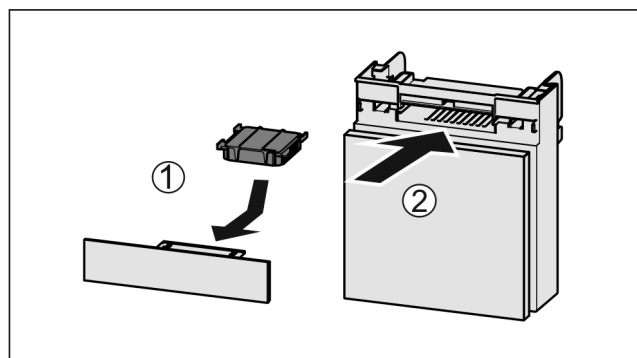

Fig. 187
- Vendosni filtrin me karbon aktiv siç tregohet në figurë Fig. 187 (1).
- Futni kutinë në vend Fig. 187 (2).